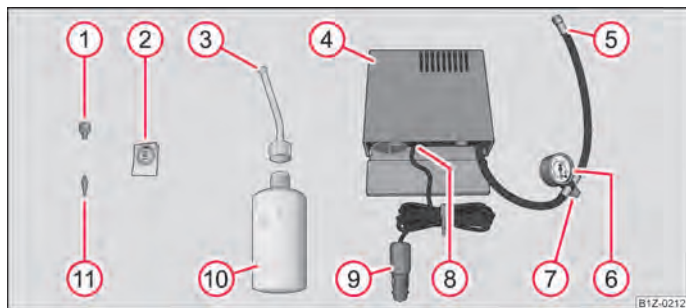

Fig. 170 Componentes del juego de reparación para neumáticos
- Pegue la etiqueta adhesiva ② ⇒ fig. 170 sobre el cuadro de mandos en el campo visual del conductor.
- Con la ayuda del extractor de válvulas ①, desenrosque el vástago de la válvula y colóquelo sobre una base limpia. ■
- Agite la botella de inflado de neumáticos ⑩ ⇒ fig. 170 fuertemente varias veces.
- Fijar el tubo flexible de inflado ③ en la botella de inflado de neumáticos ⑩, enroscándolo en el sentido de las agujas del reloj. La lámina en el cierre se perforará automáticamente.
- Retirar el tapón de cierre del tubo flexible de inflado ③ e insertar el extremo abierto completamente en la válvula del neumático.
- Mantener la botella ⑩ boca abajo y llenar el neumático con todo el agente sellante de la botella de inflado de neumáticos.
- Enroscar nuevamente el vástago de la válvula en la válvula del neumático, utilizando el extractor de válvulas ①.
- Enroscar el tubo flexible ⑤ ⇒ fig. 170 del compresor de aire fijamente en la válvula del neumático.
- Asegúrese de que el tornillo de purga ⑦ esté cerrado.
- Conecte el conector ⑨ al enchufe de 12 V ⇒ página 78.
- Conecte el compresor de aire a través del interruptor de conexión y desconexión ⑧.
- Cuando no se pueda alcanzar una presión de aire de 2,0 – 2,5 bar, desenroscar el tubo flexible ⑤ de la válvula del neumático.
- Enroscar nuevamente el tubo flexible del compresor de aire ⑤ en la válvula del neumático y repetir el proceso de inflado.